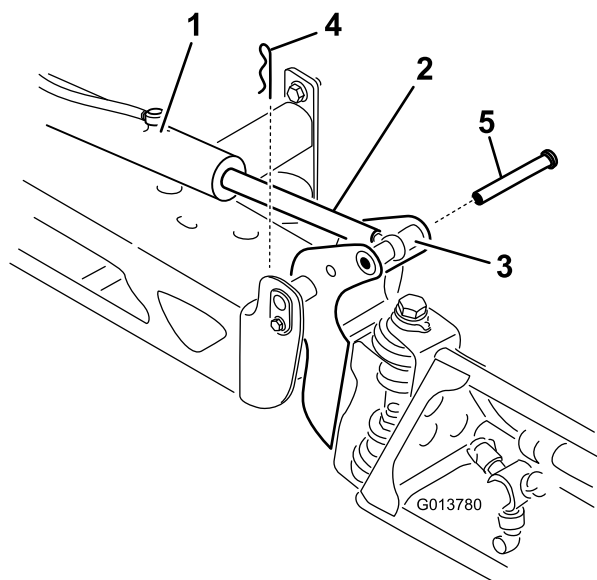

Figura 34
2. Togliete la coppiglia dal perno di articolazione (Figura 34).
3. Sollevate la barra, togliete il perno (Figura 34) e fate scendere lentamente la barra a terra.
9. Tenete ferma la barra e inserite il perno attraverso il perno della barra e l'asta dell'attuatore (Figura 34).